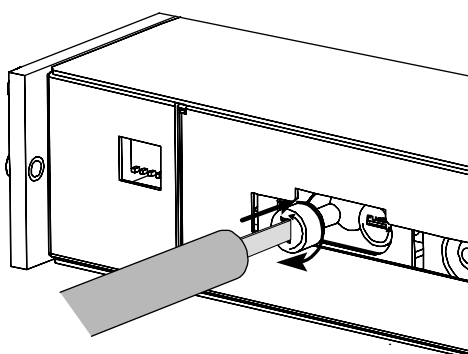
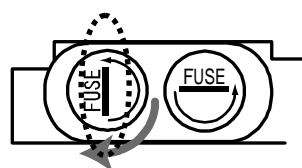

図7-4
図7-5
6. ヒューズホルダを取付ける際はマイナスドライバを使用し、ヒューズホルダのドライバ差込箇所(図7-5点線部)が、本体と垂直(図7-4参照)方向になるようにし、奥に押し込みながら、右方向に90度回転させます。